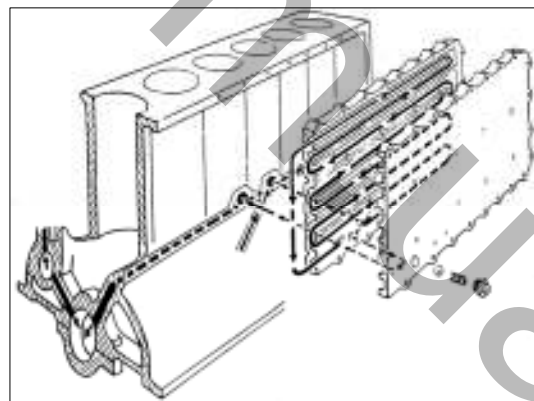

РИС. 132
4. Установите прокладку на блок цилиндров с герметиком и установите радиатор теплообменника (см., рис. 132).